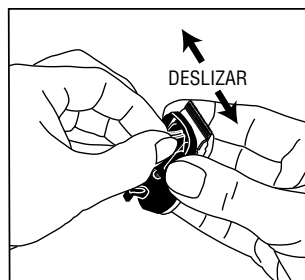

Figura 0
5. Después de limpiar, apague la recortadora y seque las hojas con un paño seco y limpio, y continúe con la sesión de corte. Si luego de la limpieza, las hojas siguen sin cortar, es posible que hayan quedado algunos restos finos de pelo atrapados entre la hoja superior e inferior. Retire el juego de hojas de la recortadora como se describió anteriormente. Sostenga el juego de hojas con una mano y deslice la hoja de un lado a otro para eliminar el pelo o los residuos que hayan quedado atrapados (Figura 0).